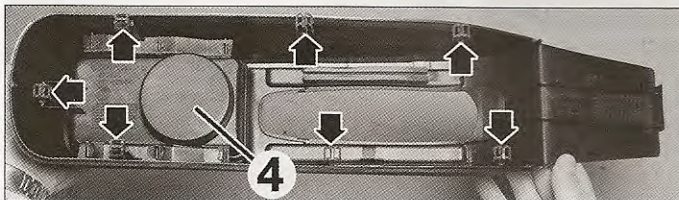

FIG. 40
- Desengrapar el marco (4) del freno de estacionamiento (fig. 40).